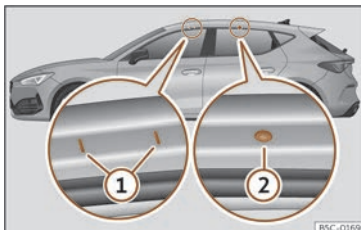

Fig. 136 Puntos de fixación das barras longitudinais para o portaequipaxes do teito (Leon).
Os puntos de fixación dianteiros e traseiros ① e ② só se poden ver coas portas abertas >>> **fig. 136**.